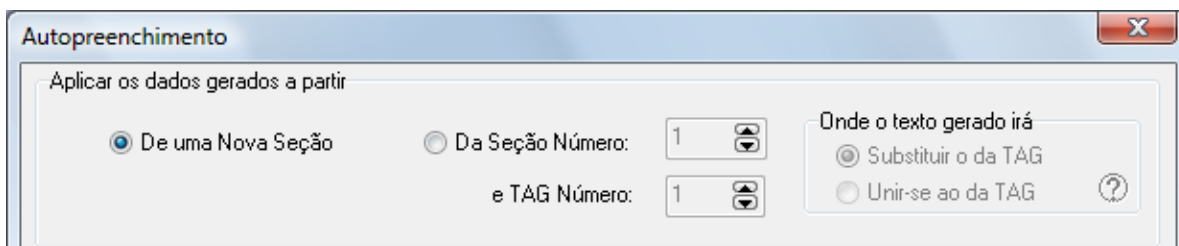

Figura 8.3.4
1. **Modo Área de Transferência:** No topo das janelas dos modos de preenchimento Sequencial, Repetição e Recurso Simétrico Sequencial, existem duas opções que definem como os textos gerados serão transferidos para o editor (figura 8.3.4);